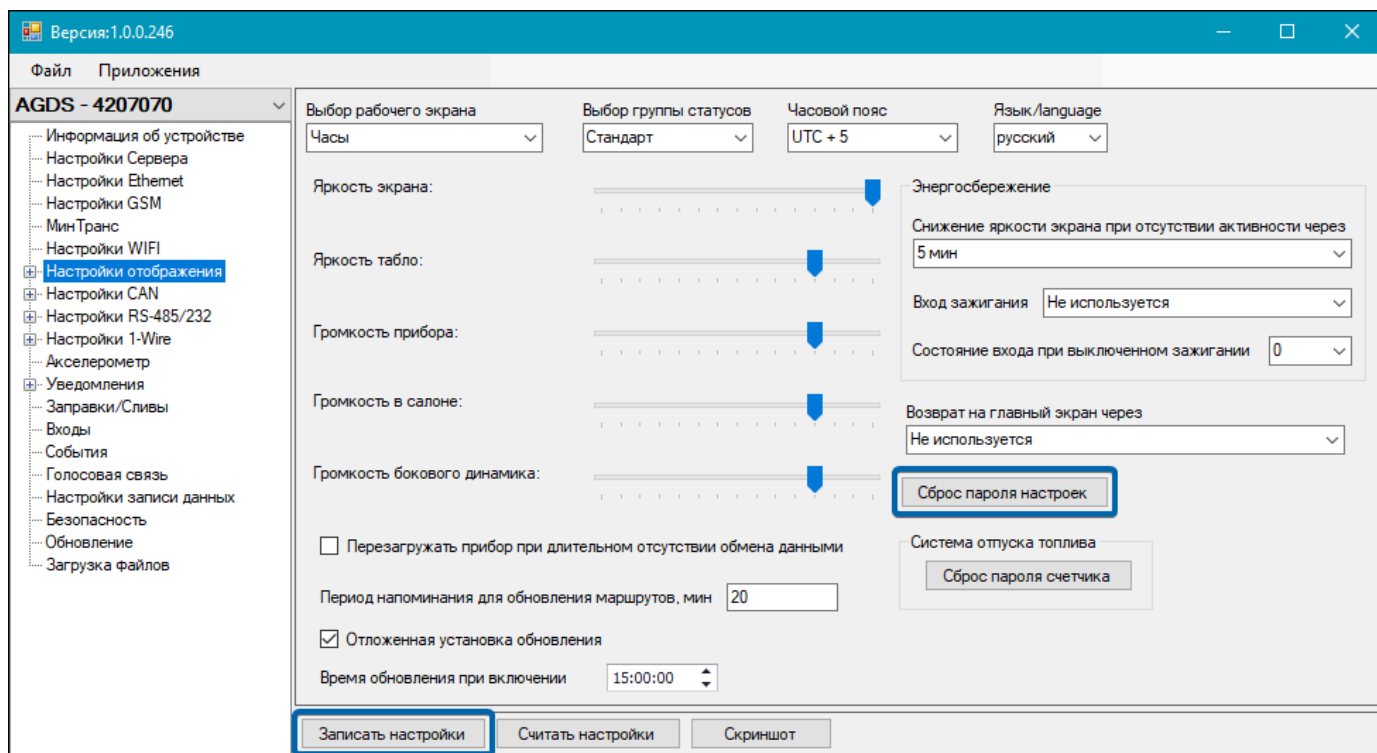

Рис.13. Сброс кода доступа через программу-конфигуратор
2. Выберите в списке программы-конфигуратора пункт «Настройки отображения» (**Рис.13**).